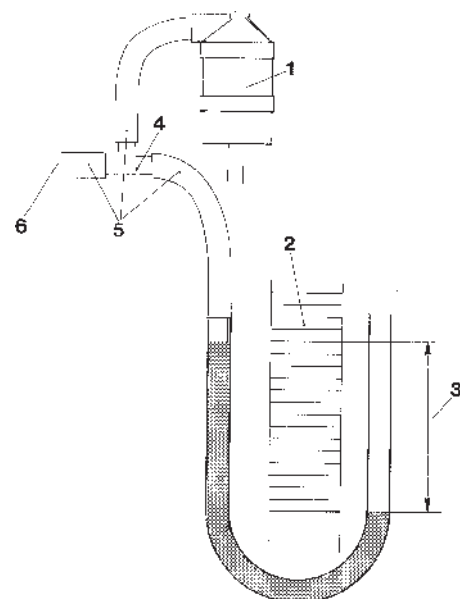

Fig. 118 Manomètre à liquide, branchement pour le contrôle de l'indicateur de chute de pression
1. Connecter l'indicateur de chute de pression suivant la figure 118.
2. Aspirer par le flexible (6). L'indicateur de chute de pression devra tourner au rouge vers 440 à 560 mm colonne d'eau. Remplacer tout indicateur défectueux.